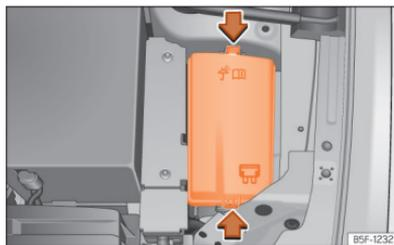

Abb. 217 Im Motorraum: Abdeckung des Sicherungskastens.
- Verriegelungstasten drücken, um die Abdeckung des Sicherungskastens »» (Abb. 217) zu entriegeln.